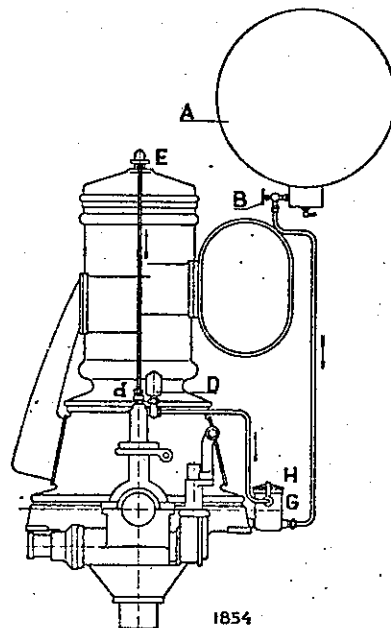

Fig. 14.
17. HET BRANDSTOFRESERVOIR A; de "dagtank"; zie fig. 14.
Allereerst worden aangesloten de leiding van het brandstofreservoir A (fig. 14) naar filter G aan de motorfundatie en die, welke deze filter met de brandstofpompen verbindt. Dan opent men afsluiter B van het reservoir en neemt men deksel H van filter G los, totdat de brandstof onafgebroken regelmatig uitstroomt; het deksel wordt dan weer vastgezet.